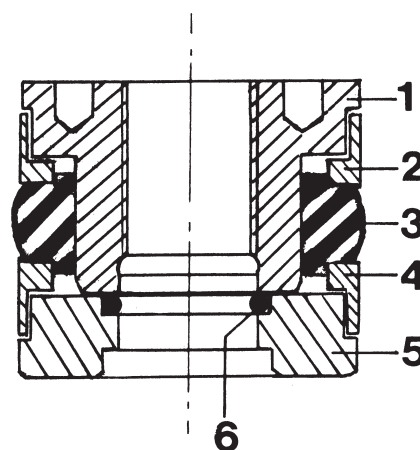

Fig. 44. Hydraulkolv
12. Sätt ihop kolvens övriga delar, överdel (1 fig. 44), två plastringar (2 och 4 lika) och en kolvring (3) av gummi (liksidig). Passa in plastringarna (2 och 4) på gummiringens (3) ansatser och tryck in ringpaketet på kolvens överdel (1).